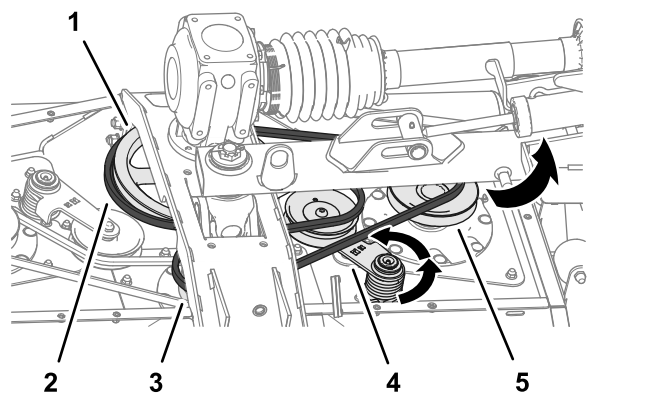

Figura 65
2. Utilice una llave de carraca u otra herramienta similar para girar el tensor de la correa larga en sentido antihorario, y retire la correa de la polea tensora (Figura 65).
3. Retire la correa larga de la polea motriz, de la polea del eje central y de la polea del eje derecho (Figura 65).